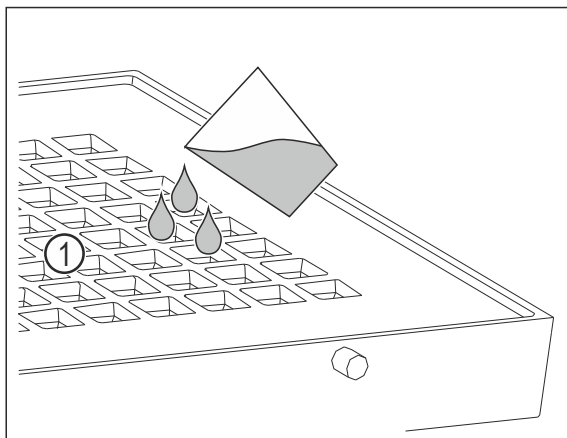

Fig. 158
- Iepildiet maksimāli 400 ml ūdens pa caurumiem Fig. 158 (1) pārsegā.